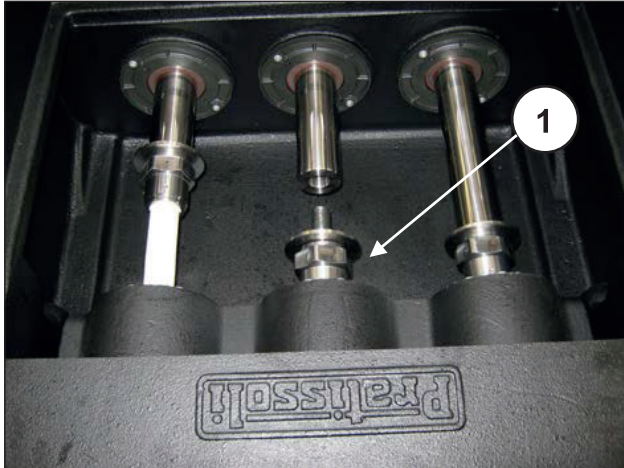

Abb. 165
Die Kolben abschrauben, sie nacheinander aus der Stange herausziehen und den entsprechenden Buchsen annähern (Pos. ①, Abb. 165).